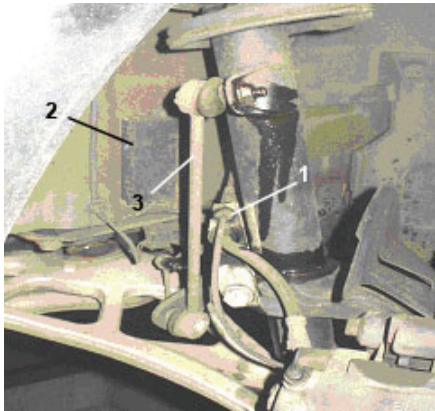
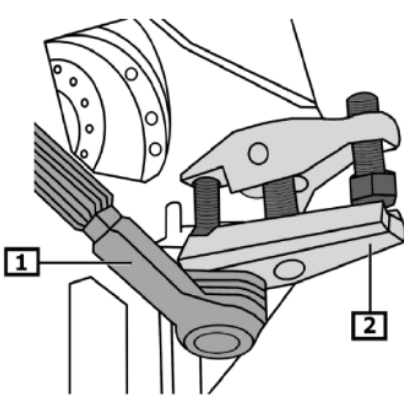
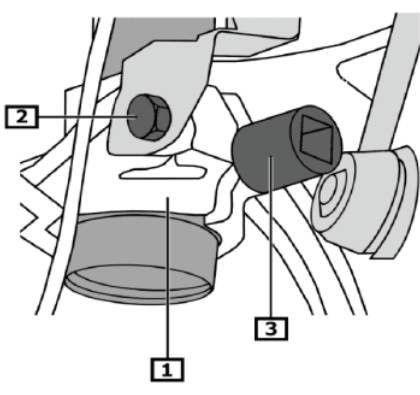

Fig. 1
Fig. 2
Fig. 3
- **Fig. 1** Sensorkabel und Brems-schlauch aus der Halterung (1) clippen.
- Steckverbindungen der ABS- und Bremsenverschleiß-Sen-sorkabel in der Haltebox (2) trennen.
- Original-Koppelstange (3) aus-bauen.
- **Fig. 2** Befestigungsmutter für Spurstange abschrauben.
- Mit Abzieher (2) den Spurstan-genkopf (1) vom Achsschenkel abdrücken.
- **Fig. 3** Untere Befestigungs-schraube (2) des Federbeins entfernen.
- Achsschenkel mit Spezialwerk-zeug (3) etwas aufspreizen.
- Wagenheber ablassen und Achsschenkel (1) nach unten vom Federbein abziehen.
- **Fig. 1** Unclip sensor cable and brake hose (1) from the holder.
- Unplug ABS and brake wear sensor cables in the holder box (2)
- Remove original coupling rod (3).
- **Fig. 2** Unscrew fastening nut for tie rod.
- Use puller (2) to press off tie rod head (1) from steering knuckle.
- **Fig. 3** Remove lower fastening screw (2) on the suspension strut.
- Use special tool (3) to spread the steering knuckle somewhat.
- Lower jack and pull steering knuckle (1) down away from suspension strut
- **Fig. 1** Déclipser du support (1) les câbles de capteur et le flexible de frein.
- Séparer les fiches de raccorde-ment de l'ABS et les câbles de capteur d'usure des freins dans le coffret de support (2).
- Démontér la bielle de connexion d'origine (3).
- **Fig. 2** Dévisser l'écrou de fixa-tion de la barre d'accouplement.
- Avec l'arrache-pignon (2) enle-ver par éjection la rotule de barre d'accouplement (1) de la fusée d'essieu.
- **Fig. 3** Enlever la vis de fixation inférieure (2) de la jambe de force.
- Ecarter légèrement la fusée d'essieu avec un outil spécial (3).
- Abaisser le cric et retirer la fu-sée d'essieu (1) de la jambe de force par le bas.
- **Fig. 1** Extraer el cable del sen-sor y el manguito del freno de la sujeción (1).
- Separar los conectores de los cables del sensor de ABS y del sensor de desgaste del freno de la caja de sujeción (2).
- Desmontar la barra de acopla-miento original (3).
- **Fig. 2** Destornillar la tuerca de sujeción para la barra de direc-ción.
- Retirar con un extractor (2) el cabezal de la barra de dirección del cuello del eje.
- **Fig. 3** Destornillar el tornillo de sujeción inferior (2) del amorti-guador.